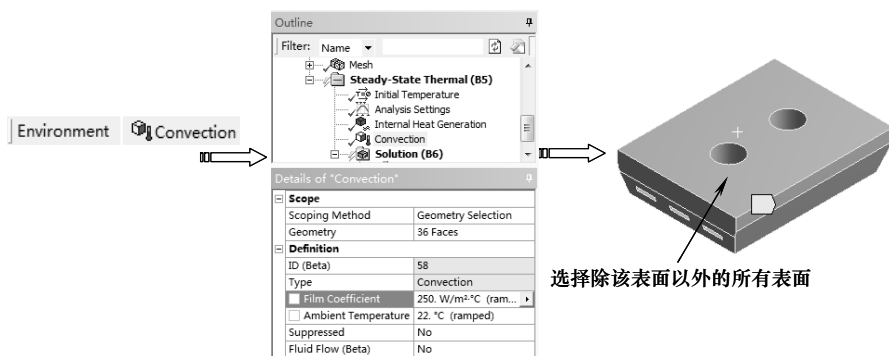

图 11-40 施加对流条件
2) 单击【Environment】工具栏上的【Convection (对流)】命令, 单击【图形】工具栏上的选择模式下的【Box Select (框选)】按钮 , 然后再单击【Face (选择面)】按钮 , 选择芯片除了接触热阻表面之外的所有表面, 在【Details of “Convection”】列表中单击【Geometry】项中的【Apply】按钮完成, 在【Film Coefficient】中输入 250, 如图 11-40 所示。